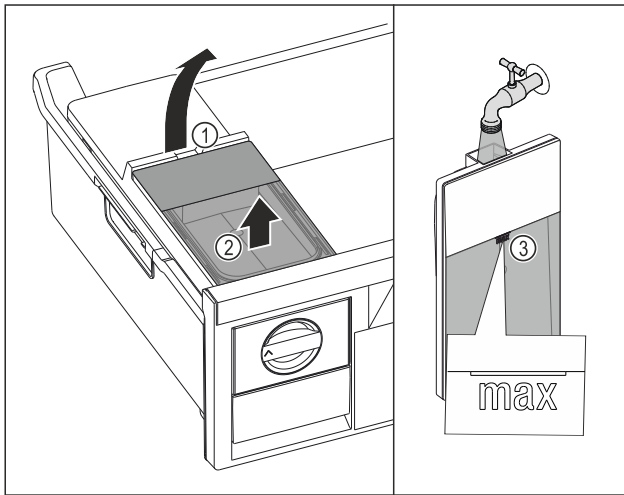

Fig. 126
- ▶ Підняти бак для води за заглиблення Fig. 126 (1).
- ▶ Вийняти бак для води рухом вгору. Fig. 126 (2)
- ▶ Наповнити бак для води питною водою до позначки Fig. 126 (3).